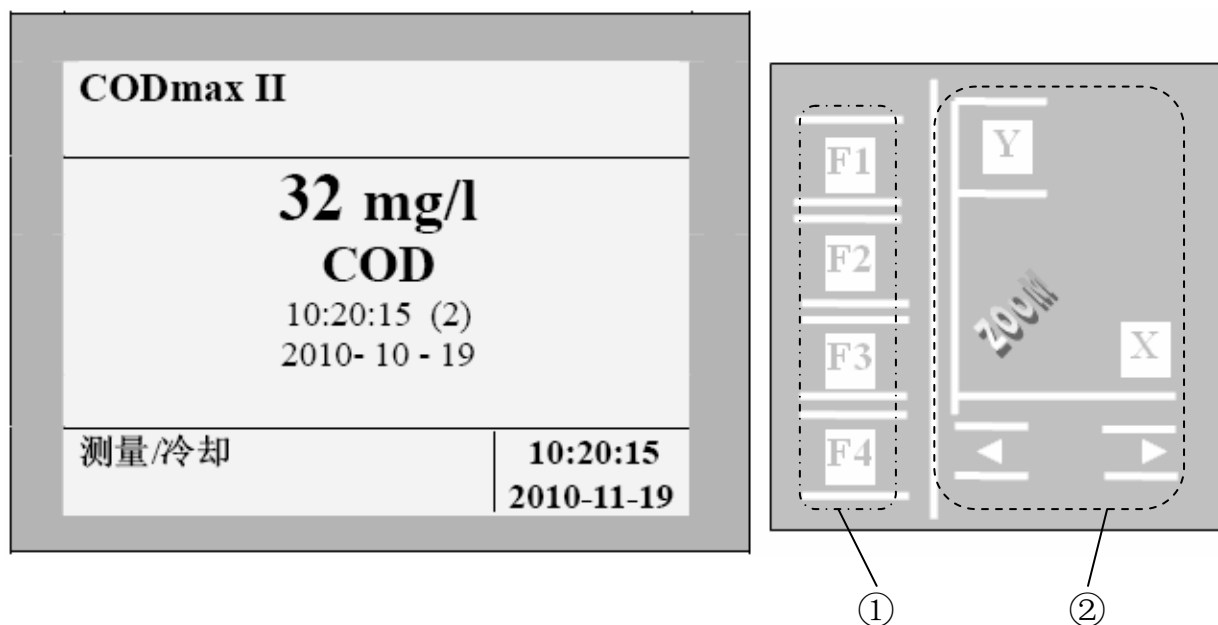

图13 功能和图形键
2. 打开仪器门，然后按住 F1—F4 四个功能键中的任意一个，保持 3 秒钟（参照图 13），显示屏将从测量状态切换到菜单状态；